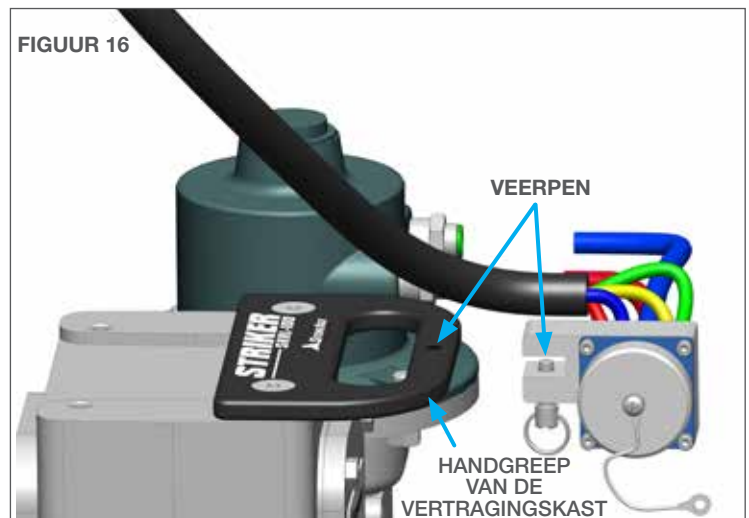

FIGUUR 15
12. Til op bij de verticale aandrijving en plaats de vergrendelpen. U moet een klik horen. Dit geeft aan dat het aandrijftandwiel van de verticale aandrijving aangrijpt. (**Figuur 15 en 15.1**)